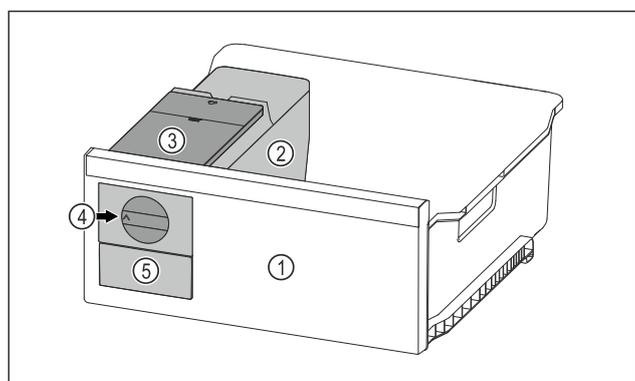

Fig. 122 Immagine a titolo di esempio
- ▶ Ruotare la manopola *Fig. 122 (4)* verso destra finché non si arresta.
- ▶ I cubetti di ghiaccio cadono dalla ciotola dei cubetti di ghiaccio nel cassetto dei cubetti di ghiaccio *Fig. 122 (5)*.